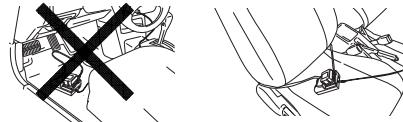

Fig. 14
- Fixați încărcătorul acumulatorului în automobil. Folosiți centura furnizată cu încărcătorul pentru a-l fixa și pentru a preveni orice mișcare accidentală. (Vedeți Fig. 14)